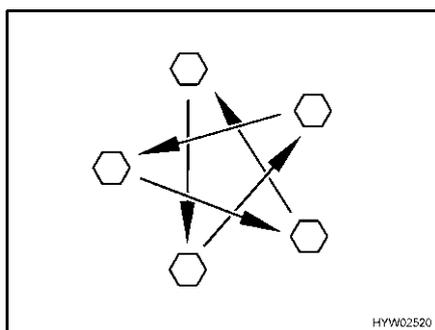

Bild 88 Radmuttern oder Radschrauben über Kreuz anziehen
- Radmuttern oder Radschrauben regelmäßig auf festen Sitz prüfen. Radmuttern oder Radschrauben eines ausgewechselten Rades nach 50 km über Kreuz nachziehen (Bild 88).